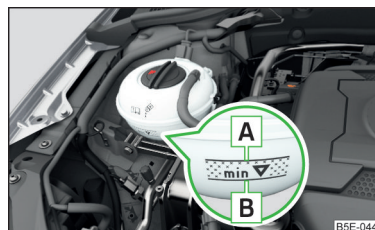

Fig. 207
La désignation du liquide de refroidissement est indiquée sur le vase d'expansion du liquide de refroidissement » fig. 207 à la page 211.
- » fig. 207 à la page 211.
**Vase d'expansion du liquide de refroidissement** » fig. 207
► Contrôlez le niveau du liquide de refroidissement dans le vase d'expansion de liquide de refroidissement » fig. 207.
Le résultat du contrôle peut être imprécis si le moteur est à température de service. Le niveau peut également se trouver au dessus du marquage **A** » fig. 207.